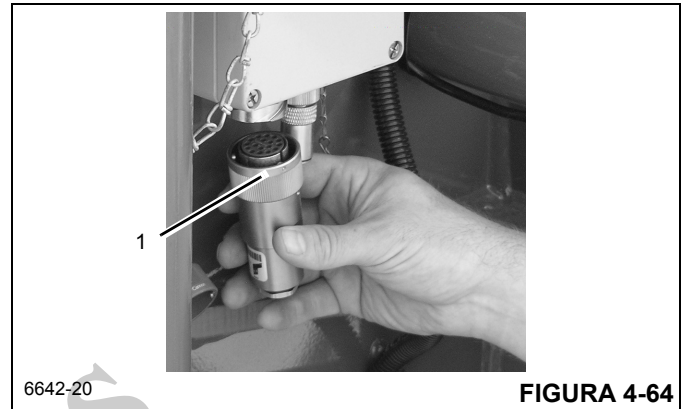

FIGURA 4-64
- b. Remova o plugue falso (1) (Figura 4-64) da caixa de ligação na extremidade da lança.